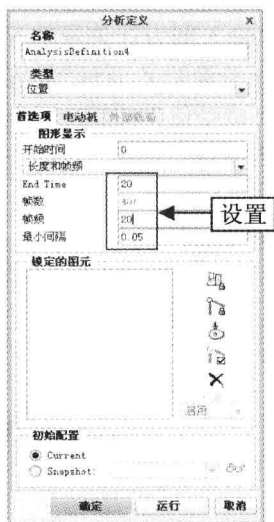

图 11-114 设置参数
Step 03 分别在“图形显示”选项区中的“End Time (终止时间)”和“帧频”数值框中输入 20,并按【Enter】键确认,如图 11-114 所示。